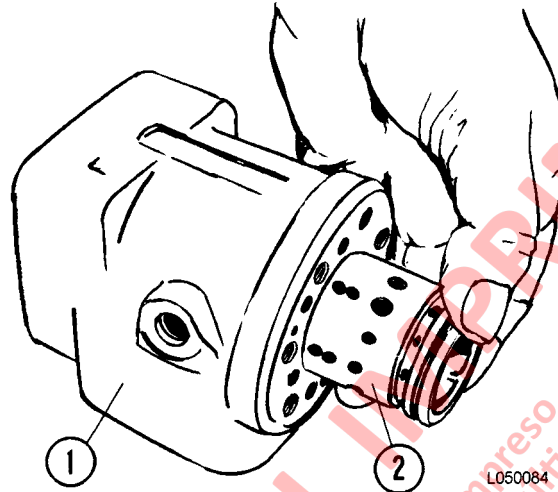

FIGURA 5-11. MONTAJE DEL CARRETE
9. Posicione la unidad de dirección con la caja en posición horizontal. Guíe lentamente el carrete (lubricado) y la camisa con las partes ajustadas, hacia la cavidad con leves movimientos de giro. Consulte la Figura 5-11.